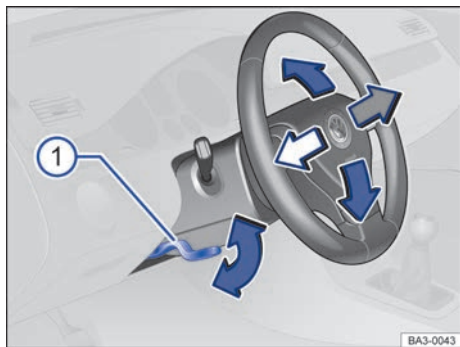

Fig. 67 Debajo del volante, en el guarnecido de la columna de dirección: palanca para el ajuste manual de la posición del volante.
- Tire hacia abajo de la palanca → fig. 67 ①.
- Después del ajuste, presione siempre la palanca → fig. 67 ① firmemente hacia arriba para que no se modifique la posición del volante accidentalmente durante la marcha.